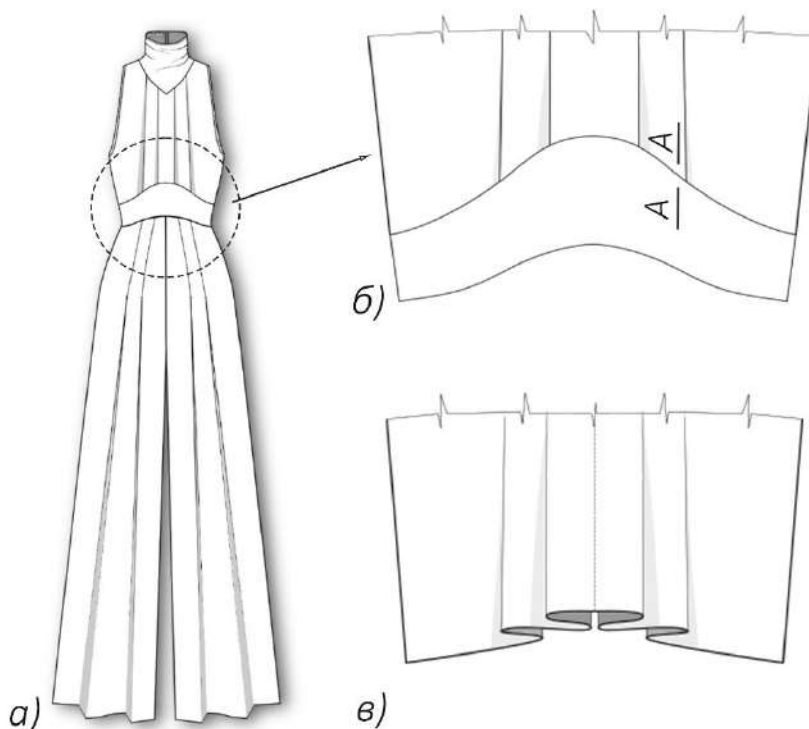

Рисунок 4 – Фрагмент технического рисунка комбинезона «Втачной пояс»:
1. Выполнить чертеж необходимых лекал фрагмента технологического узла «Втачной пояс» (рис.4) заданной модели женского комбинезона в натуральную величину в графическом редакторе NanoCad. А именно: соединение передней части фигурного пояса с полочкой.
Третий этап: Изготовление (пошив) образца фрагмента заданной модели (рис. 4) *Общие рекомендации*